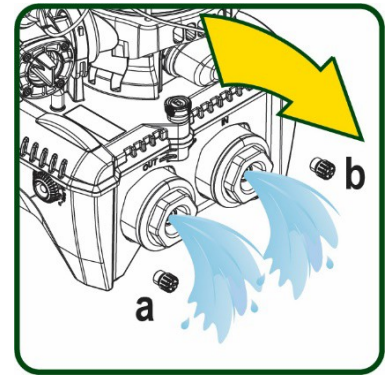

Abbildung 18
5. Entfernen Sie die beiden Abflusstöpfe am Dock und lassen Sie das Wasser im Inneren (etwa 11 Liter) aus beiden ablaufen; Abb.18